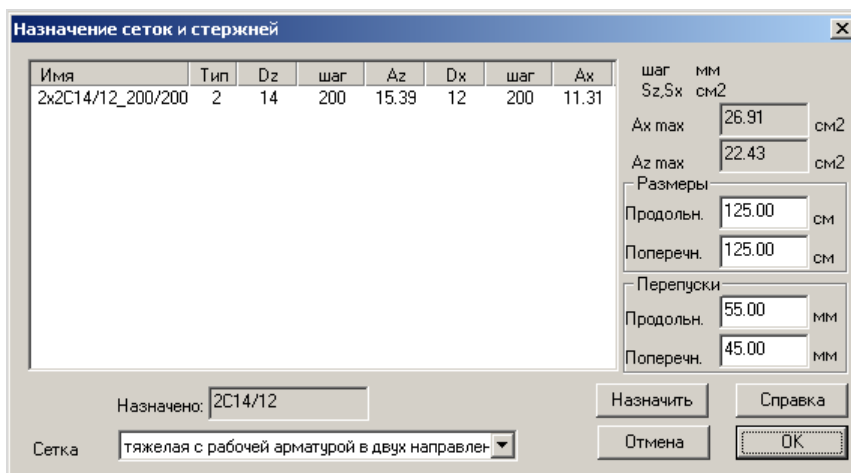

Рис.4.6.6. Окно диалога Назначение сеток и стержней
- В открывшемся окне диалога **Назначение сеток и стержней** (рис.4.6.6) выполните следующие действия: